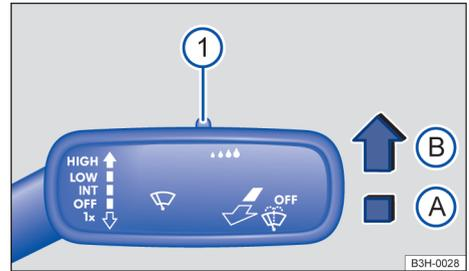

Fig. 76 À direita da coluna de direção: alavanca dos limpadores do para-brisa.
Pressionar a alavanca para a posição desejada → Fig. 76:
A sensibilidade do sensor de chuva pode ser ajustada manualmente com o interruptor na alavanca dos limpadores do para-brisa → Fig. 76 ① → ⚠.